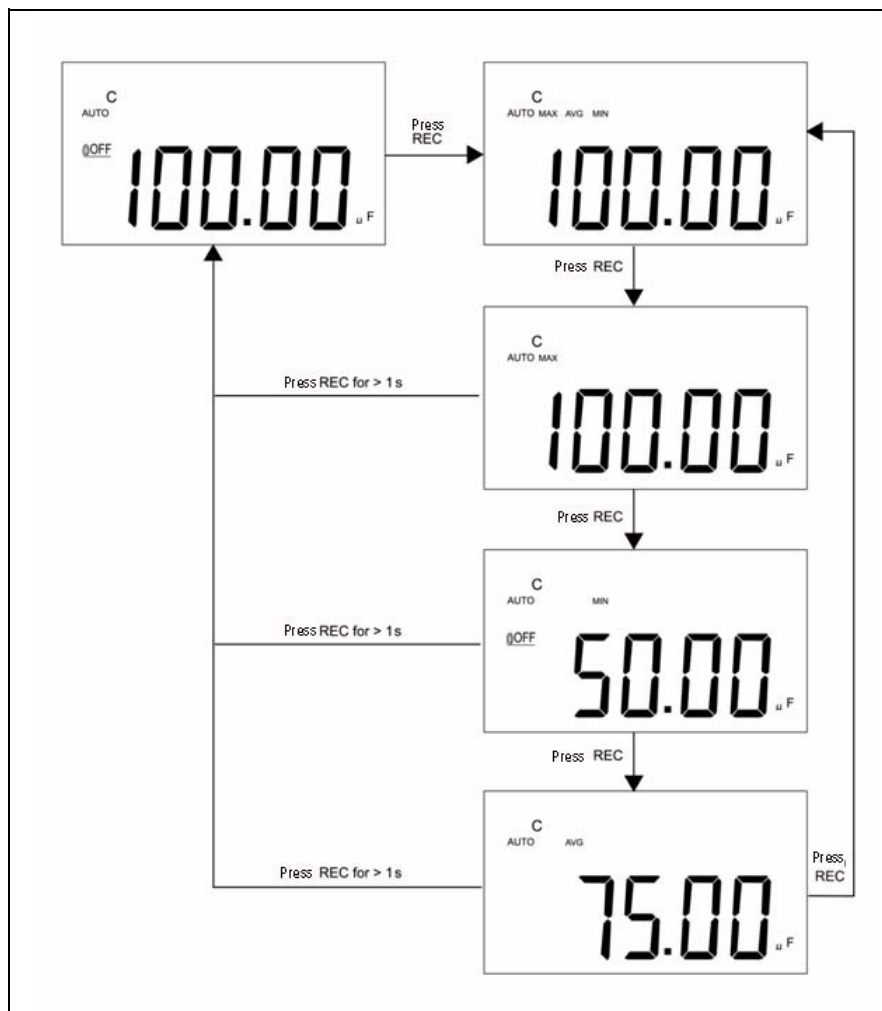

图 2-1 容差操作
- 2 快速按此键可在最大值、最小值、平均值和显示的读数之间循环。分别打开 **MAX**、**MIN**、**AVG** 或 **MAX AVG MIN** 信号器可指示正在显示哪个值（请参见图 2-1）。